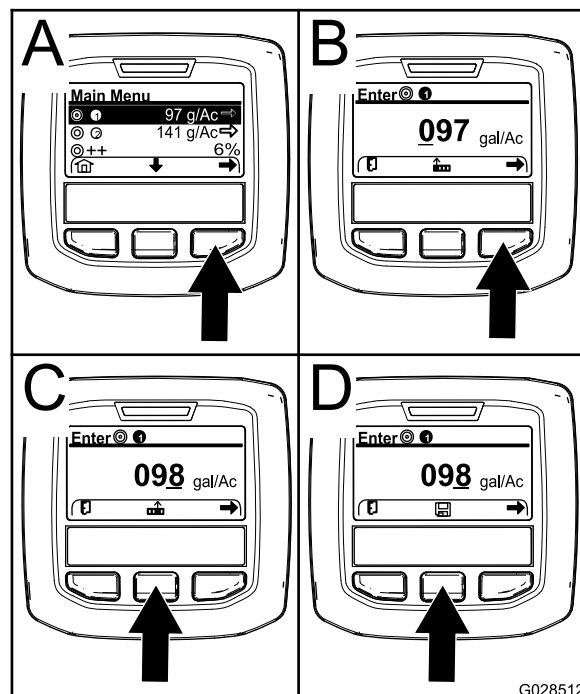

図 66
2. 必要に応じ、中央ボタンを押して散布レートその1散布プログラム1を表示させる 図 66。